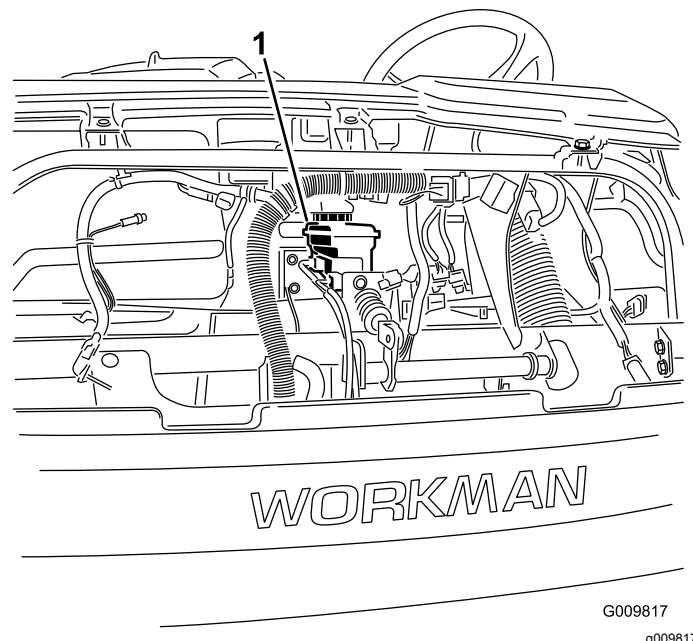
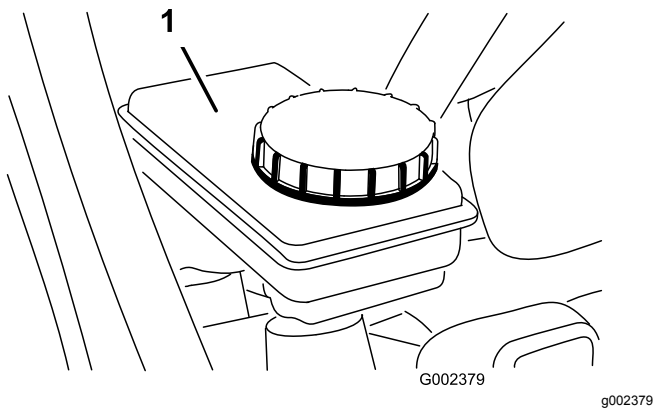

Figure 26
Figure 27
3. Contrôlez le niveau de liquide dans le réservoir de liquide de frein (Figure 26 et Figure 27).
- A. Nettoyez la surface autour du bouchon du réservoir (Figure 27).
- B. Enlevez le bouchon du réservoir (Figure 27).
- C. Ajoutez la quantité de liquide de frein spécifié pour faire monter le niveau au repère du plein sur le réservoir (Figure 27).
- D. Remettez le bouchon en place (Figure 27).